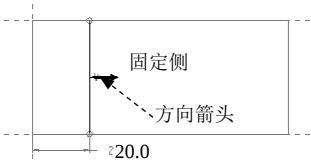

图 11.5.17 选择固定侧
Step8. 选择固定侧。在系统  箭头指示者要固定的区域。拾取反向或确定。的提示下，选择 **Okay (确定)** 命令，确认图 11.5.17 所示的固定侧。